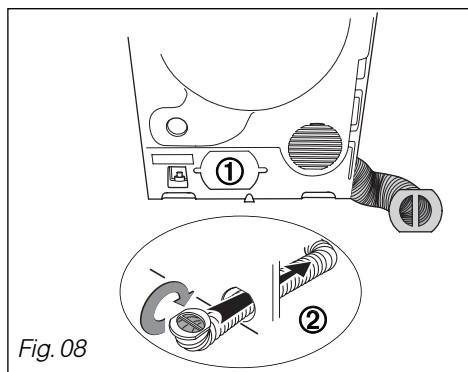

Fig. 08
– Sortie d'air latérale gauche (Fig.08)
- passez l'ensemble gaine et poignée à travers le panneau. Pour cela orientez la poignée (Fig. 08 ②).
- dégagez le cache (Fig. 08 ①) à l'aide d'une pince coupante et vérifiez qu'aucune bavure ne risque de blesser la gaine.